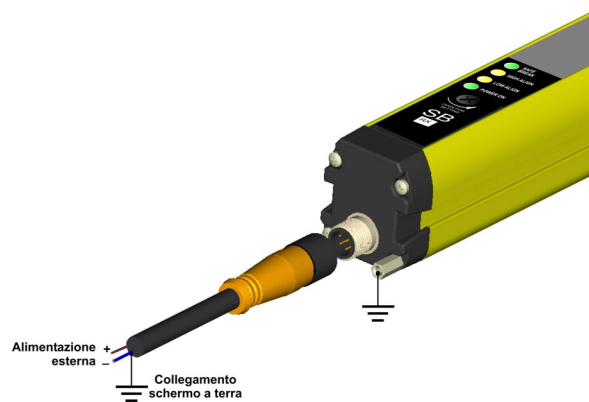

Fig.14
- È particolarmente consigliato che per il collegamento delle due unità si utilizzino cavi schermati. In Fig.14 è indicato il corretto collegamento sia dell'unità che del cavo qualora si utilizzi il collegamento a terra.
Attenersi al collegamento di pag.20 in Fig.14, qualora si utilizzi il collegamento a terra dell'intero sistema.